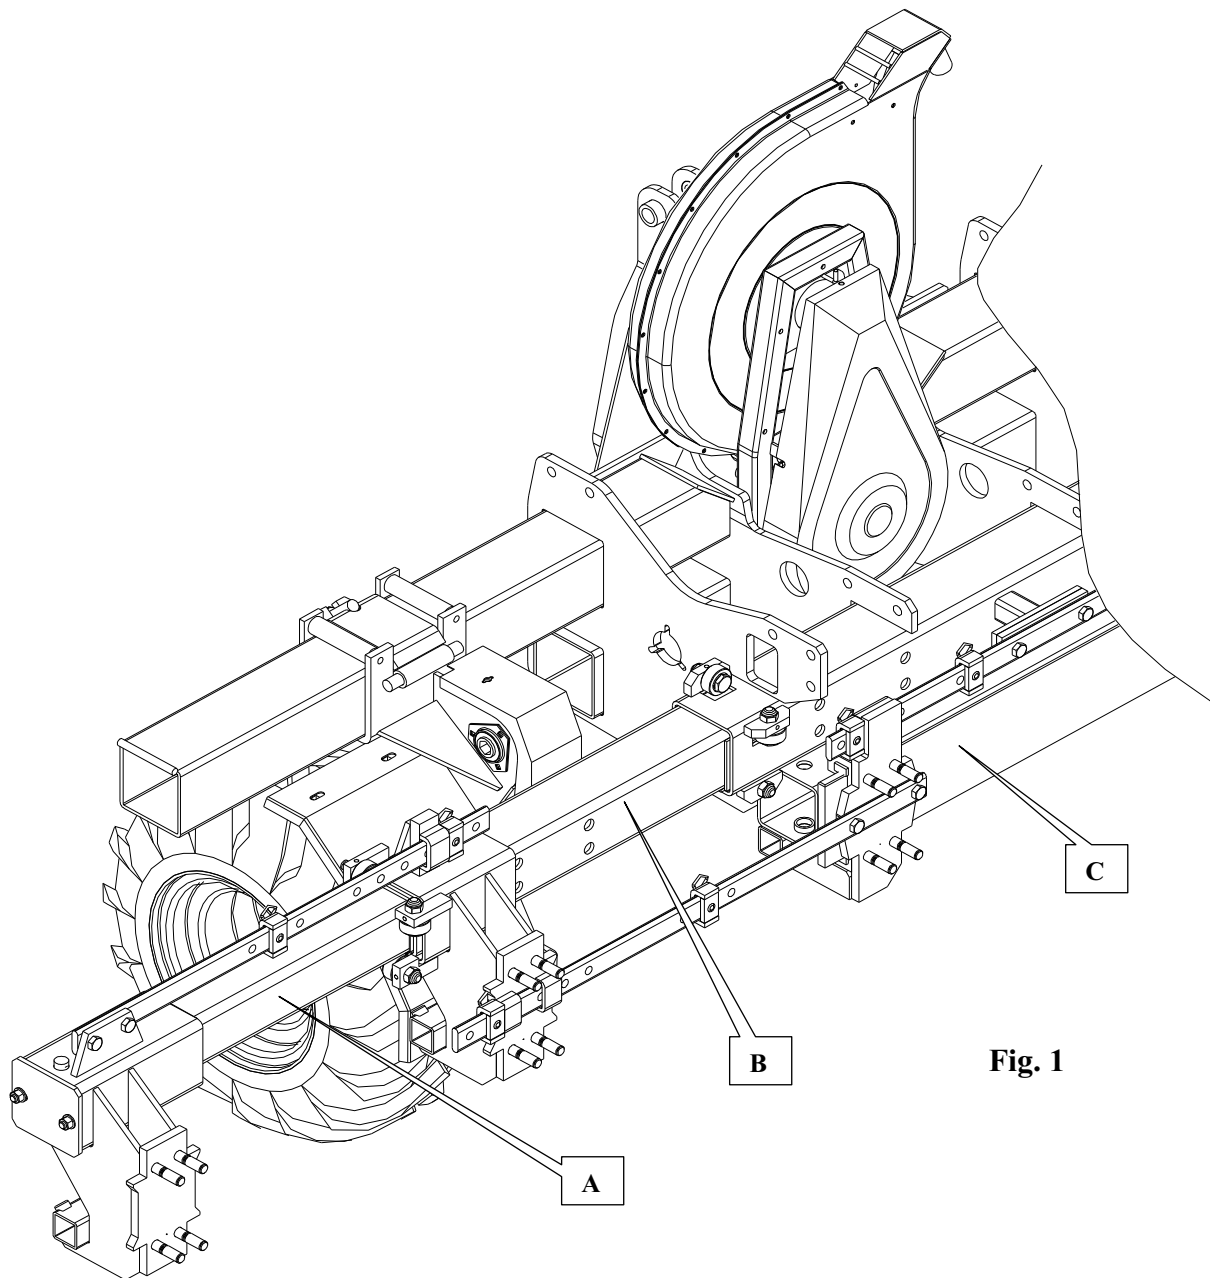
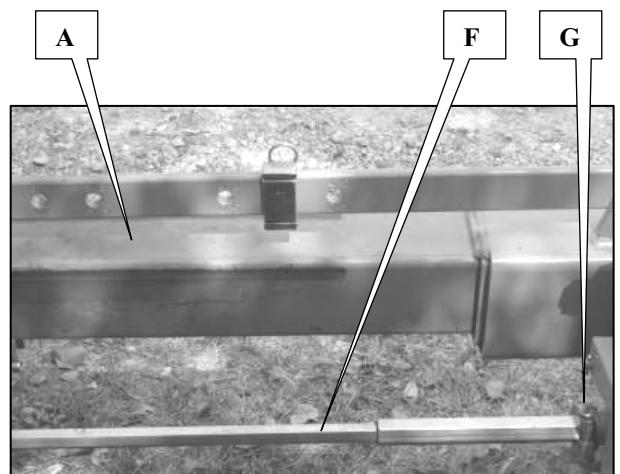

Fig. 1
Fig. 3
- 2 - Togliere il carter dalla cinghia (E fig. 3).
- 3 - Allentare le 4 viti del piano (B fig. 1) senza smontarle.
- Graisser légèrement les parties télescopiques (A et B fig. 1 et 3), les glissières des éléments n°3 et n°4 (C fig.1 et 2) et les arbres 6 pans (F fig. 3).
- Contrôler le serrage des bagues d'arbre 6 pans G (fig. 3).
- Graisser les parties télescopiques (A et B fig. 1 et 3), les glissières des éléments n°3 et n°4 (C fig.1 et 2) et les arbres 6 pans (F fig. 3). Rentrer et sortir ensuite plusieurs fois les tronçons.
- Lightly grease the telescopic sections (A et B fig. 1 and 3), the metering unit 3 and 4 runners (C fig.1 et 2) and the hexagonal shafts (F fig. 3).
- Check the tightness of the hexagonal shaft rings G (fig. 3).